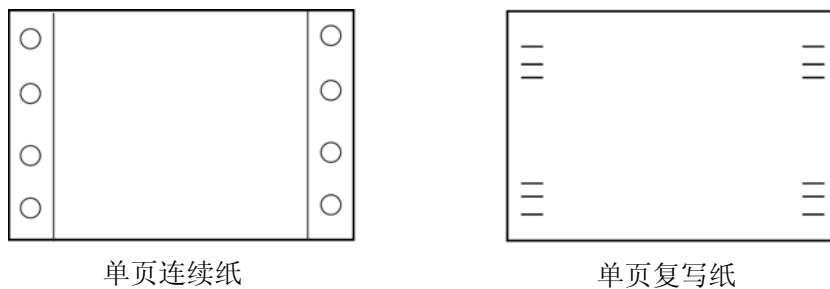

图 B-6
- 不要使用单页的连续纸或单页复写纸。因为连续纸边上的孔或者复写纸边上的钉可能会引起打印阻塞 (如图 B-6 所示)。